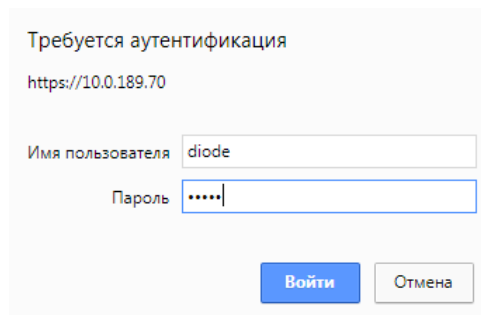

Рисунок 15. Аутентификация
1. В строке браузера вводим адрес интерфейса управления, проходим аутентификацию (см. Рисунок 15).